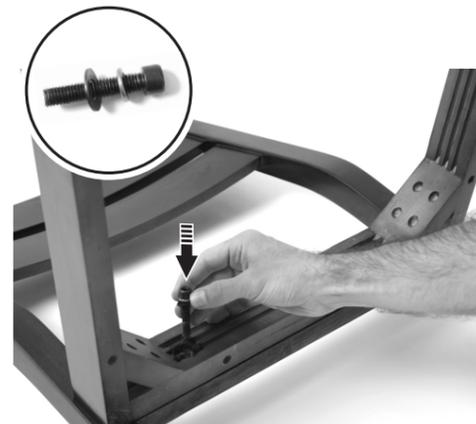

Figure 5
- Attach the seat frame (B) to the back frame (A) using two of the back frame bolts (G), two of the split washers (J), and two flat washers (K), as shown in figure 5. Do not tighten bolts until both bolts are inserted. **THEN, TIGHTEN BOTH BOLTS SECURELY** using the supplied hex key (N), as shown in figure 6.
- Fixer le cadre d'assise (B) au cadre du dossier (A) avec deux vis de cadre de dossier (G), deux rondelles fendue (J) et deux rondelles plates (K), comme illustré à la figure 5. Ne pas serrer complètement les vis avant que les deux soient en place. **SERRER ENSUITE LES DEUX VIS FERMEMENT** avec la clé hexagonale fournie (N), comme illustré à la figure 6.